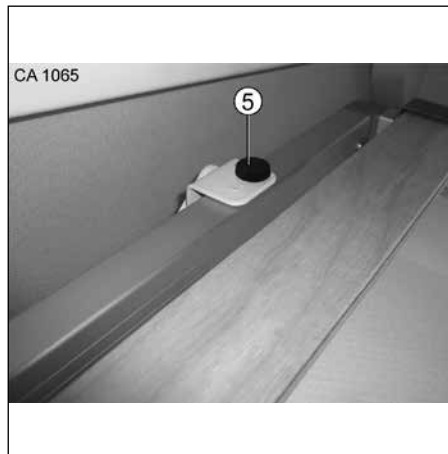

Fig. 28 Déposer et remonter le lit superposé avant
3. Dévisser les vis moletées (Fig. 28, pos. 5) à droite et à gauche.